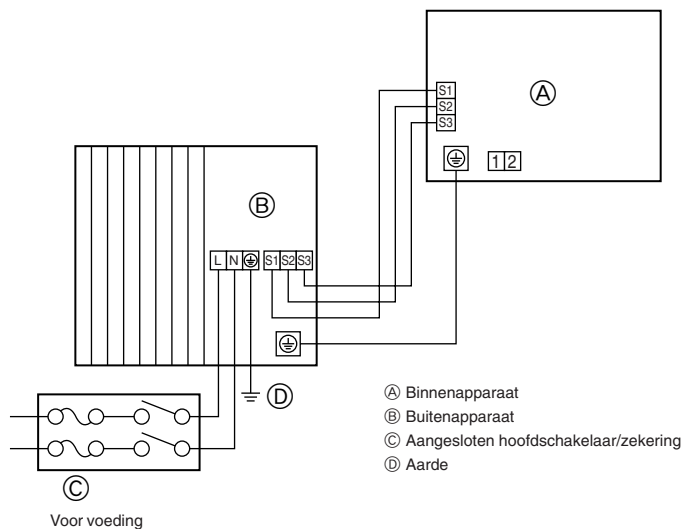
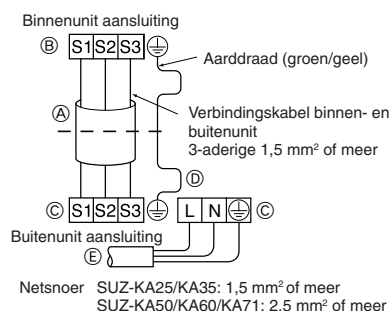
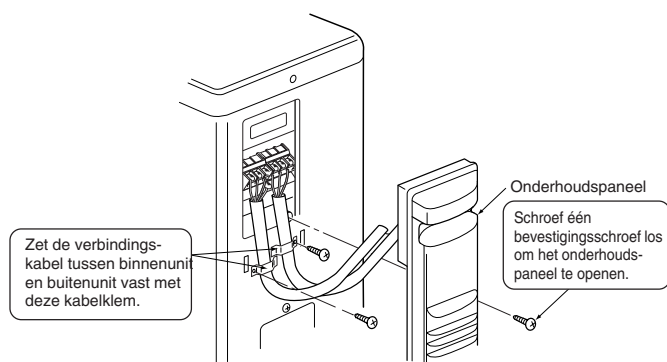
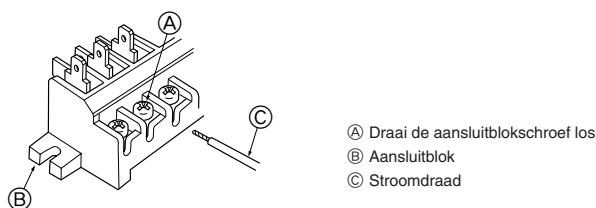

Fig. 6-1
Fig. 6-2
Fig. 6-3
Fig. 6-4
6.1. Buitenunit (Fig. 6-1, Fig. 6-2, Fig. 6-3, Fig. 6-4)
- ① Verwijder het onderhoudspaneel.
- ② Sluit de kabels aan volgens Fig. 6-1, Fig. 6-2, Fig. 6-3 en Fig. 6-4.
- Leg de bedrading aan zoals aangegeven in het diagram links onderaan. (Schaf de kabel ter plaatse aan) (Fig. 6-2)
- Zorg dat de kabels goed worden aangesloten. (Fig. 6-4)